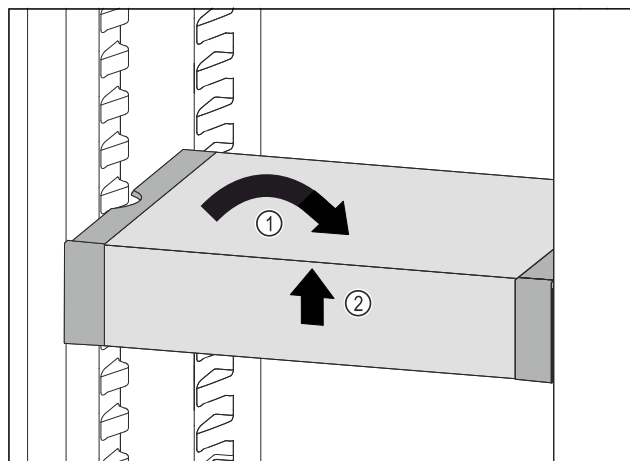

Fig. 168
- VarioSafe postavte rovně. Fig. 168 (1)
- VarioSafe vpředu zvedněte. Fig. 168 (2)